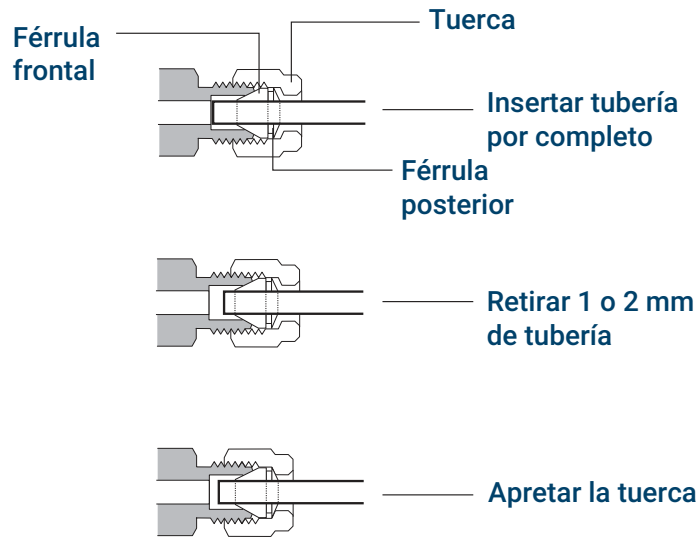

Figura 26. Inserción de la tubería
4. Empuje el tubo completamente hacia el interior del tapón y después retírelo aproximadamente de 1 a 2 mm. Consulte la **Figura 26**.